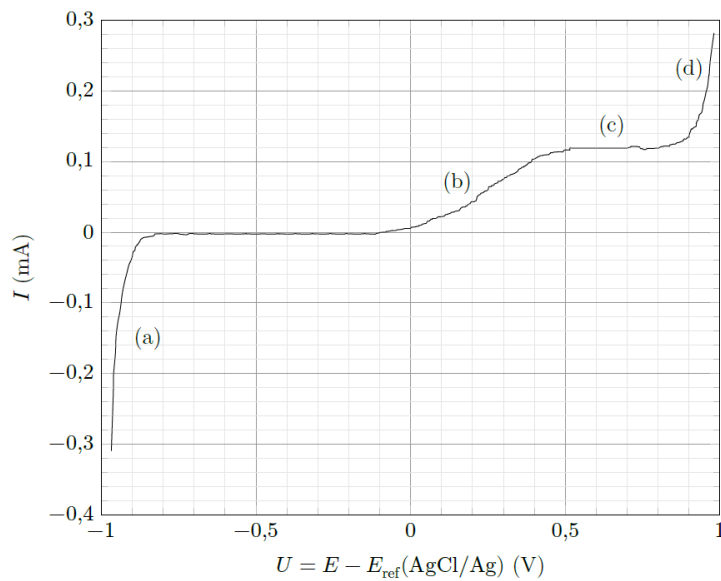

Figure 3 Courbe courant-potential complète d'une solution d'acide ascorbique avec électrode de travail en or fonctionnalisée
La solution est désaérée avant et pendant les mesures par bullage de diazote pour enlever le dioxygène dissous. Une pointe de spatule d'acide ascorbique (AscH_2) est dissoute dans l'électrolyte avant le début des mesures. La courbe obtenue est présentée sur la figure 3.
3. Réaliser un schéma légendé du dispositif expérimental utilisé pour tracer la courbe courant-potential complète représentée sur la figure 3.
5. Expliquer l'allure de la courbe de la figure 3 en détaillant les phénomènes électrochimiques se produisant aux endroits de cette courbe repérés par les lettres (a), (b), (c) et (d).
On trace plusieurs courbes courant-potential en se plaçant dans les mêmes conditions que celles présentées pour le tracé de la figure 3.